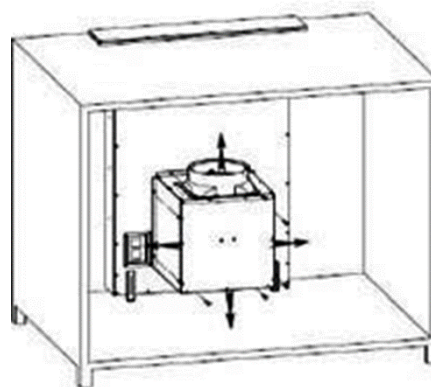

Imagen. 4
3. Fije la carcasa y la campana con 8 tornillos M10\*10, la dirección del humo es arriba, abajo, izquierda, derecha, el usuario puede seleccionar en función del espacio en el armario (Véase imagen. 4)